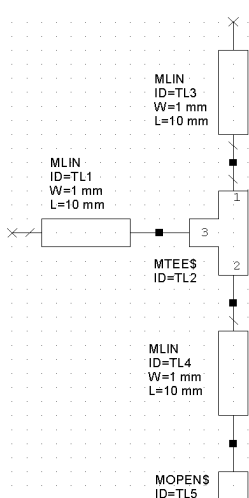

Рис. 3.83
6. Щёлкните по подгруппе **Other**, перетащите элемент **MOPENS** в окно схемы, три раза щёлкните правой кнопкой мышки и подключите этот элемент к нижнему элементу **MLIN** (рис. 3.83).